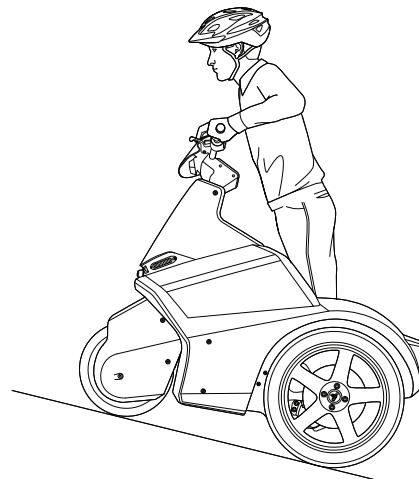

Figura 32: Inclinarsi in avanti durante la salita
- Durante le salite, inclinarsi leggermente in avanti (**Figura 32**).